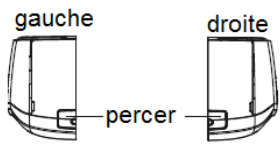

Fig. 12
2. Lorsque Vous choisissez la direction de sortie (à gauche ou à droite), percez le trou sur la sortie correspondante (Fig.12)